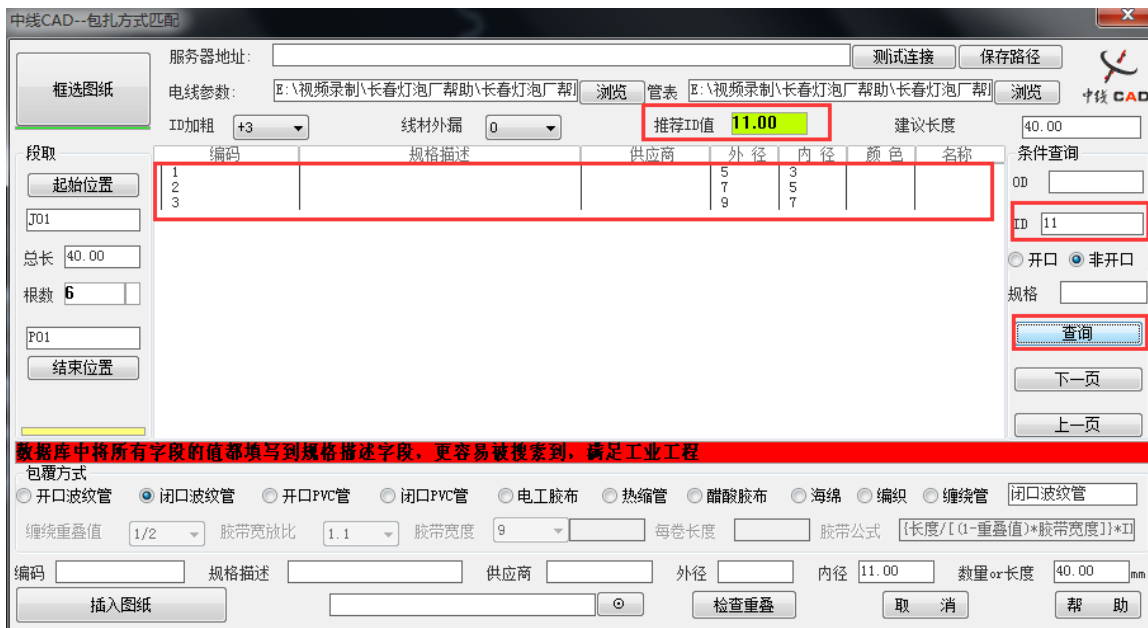

图 1-23
3. 在对话框右边的【条件查询】栏 ID 里面输入 11，单击【查询】，程序自动在本地的【电线参数】和【管表】中搜索，如图 1-23 所示：